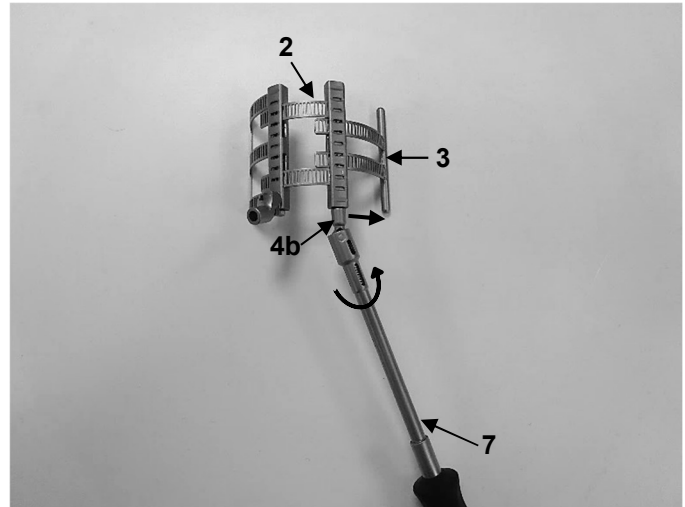

Abb. 16
1. Zunächst das sekundäre Element (3) von dem primären Element (2) mithilfe des Kardan Schraubendrehers LMT-4 (7) entfernen. Hierfür die Außensechskantschraube an dem Kastenmodul des primären Elements (4b) mithilfe des Kardan Schraubendrehers LMT-4 (7) im Uhrzeigersinn drehen, bis es sich abnehmen lässt (Abb. 16).